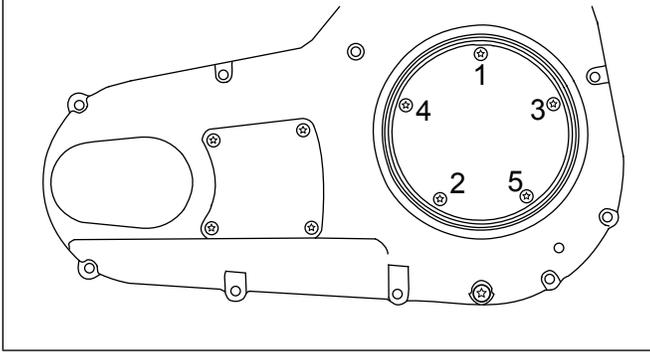

Figura 1. Secuencia de apretado, cubierta de inspección del embrague
5. Instale la cubierta de inspección del embrague (1) y la junta en la masa de la cubierta primaria usando los tornillos y las arandelas del kit. Apriete los tornillos a 10–12 N·m (84–108 **in-lbs**) en la secuencia que se muestra en Figura 1.